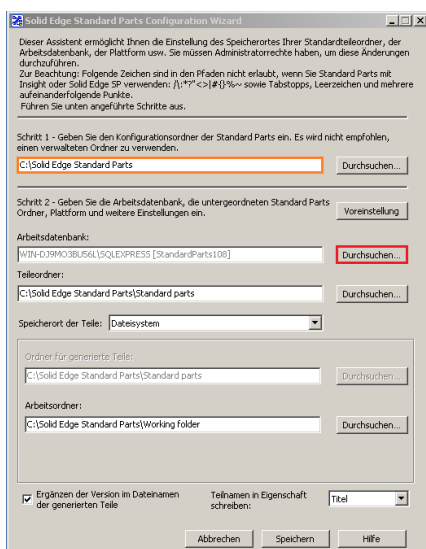

Abbildung 30
- 8.1. Öffnen Sie den Konfigurationsassistenten und überprüfen Sie, ob die Pfadangaben korrekt sind. Korrigieren Sie diese bei Bedarf. Dann klicken neben der Arbeitsdatenbank auf *Durchsuchen* (Abb. 30).